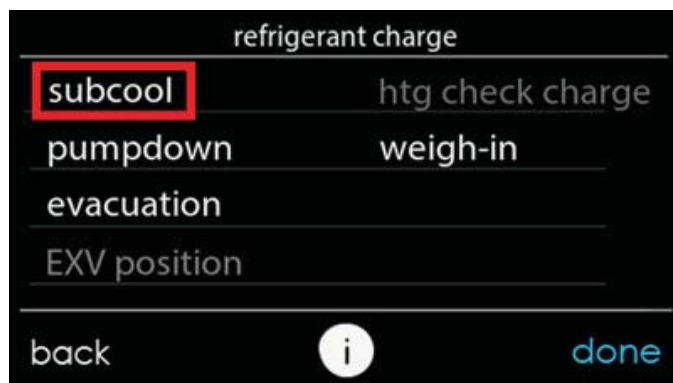

Fig. 12 – Seleccione "Subcooling" (Subenfriamiento) en Refrigerant (Refrigerante) A200031
5. Si la temperatura ambiente exterior está entre 65 °F y 105 °F (18,3 °C y 40,5 °C) y la temperatura interior está entre 65 °F y 80 °F (18,3 °C y 26,6 °C), seleccione "subcool" (subenfriamiento) (Consulte Fig. 12).
2. En el menú "Installation and service" (Instalación y servicio) de la IU (consulte la Fig. 10), vaya a "Refrigerant charging" (Carga de refrigerante) y, a continuación, a "Evacuation" (Evacuación) (consulte las Fig. 11 y Fig. 12).